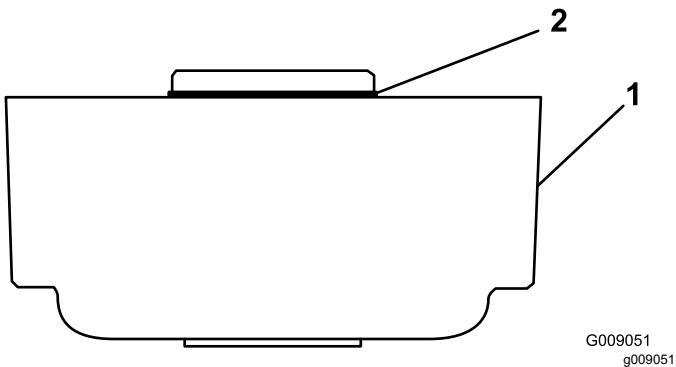

Figura 5
5. Apenas no kit de escovas do rolo modelo 03668, instale o anel de retenção amarelo na estrutura da escova do rolo (**Figura 5**).